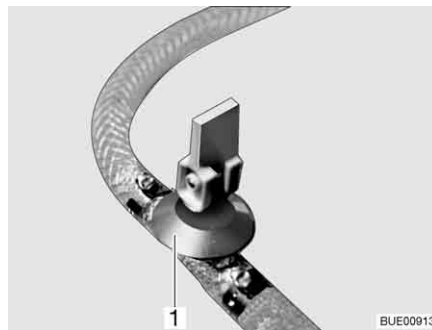

Bild 198 Avtappningskran
- Stäng avtappningskranen/avtappningskranarna. Ställ vipparmen (Bild 198,1) i vågrätt läge.
- Öppna avtappningskranen/avtappningskranarna (Bild 198). Ställ vipparmen (Bild 198,1) i lodrätt läge. Varmvattenberedaren töms utåt.